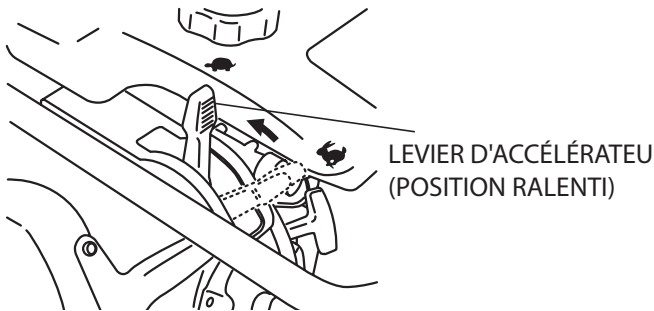
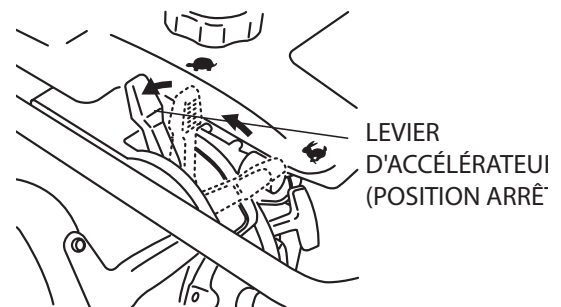

Figure 6. Levier d'accélérateur (position ralenti)
Figure 11. Levier d'accélérateur (Position arrêt)
1. Faites glisser le levier d'accélérateur de la position d'arrêt à la position ralenti (←) (Figure 6). Cela ouvre le robinet de carburant et le circuit électrique du moteur est automatiquement mis en marche.
3. Pour arrêter l'action de compactage, déplacer le levier d'accélérateur rapidement de la position **MARCHE** à **RALENTI** (Figure 6).
1. Déplacer le levier d'accélérateur rapidement de la position **MARCHE** à **RALENTI** (Figure 6) et faites tourner le moteur pour trois minutes à basse vitesse. Une fois que le moteur refroidit, déplacer le levier d'accélérateur à la position **ARRÊT** (Figure 11) Le moteur s'arrêtera et le robinet de carburant se ferme automatiquement.